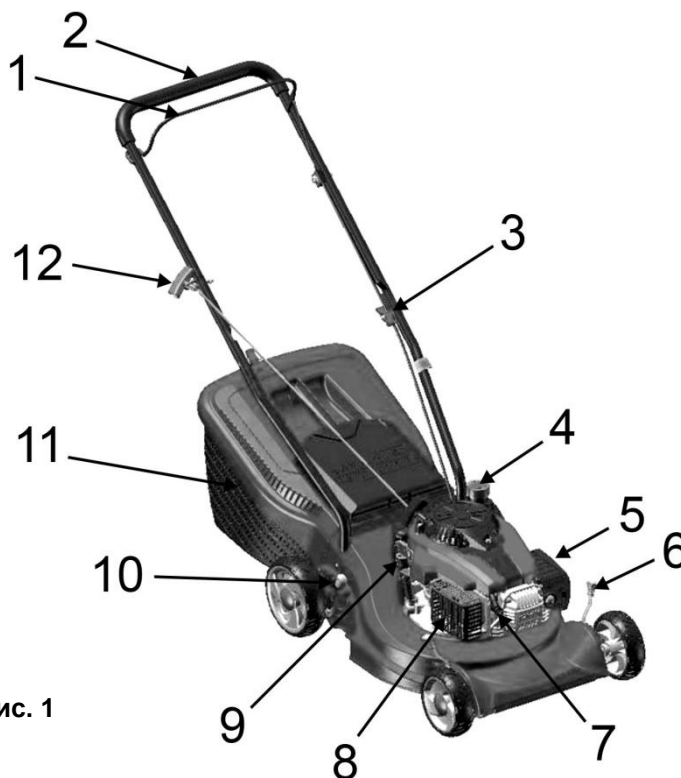

Рис. 1
- Установите верхнюю часть рукоятки управления на нижнюю. Зафиксируйте положение барашковой гайкой (3)(См. Рис.1).
- Снятие: выключите двигатель; включите тормоз (отжать ручку (1)(См. Рис.1); возьмитесь за ручку крышки; поднимите откидную крышку, снимите травосборник (См. Рис. 3).
- Для выключения двигателя – отпустите (отожмите) ручку тормоза (1)(См. Рис.1) от рукоятки управления.
- Во избежание случайного запуска находящейся без присмотра косилки, снимайте наконечник провода со свечи зажигания (7)(См. Рис.1).
- Переставьте рычаг (6;10)(См. Рис.1; 7) на нужный уровень.